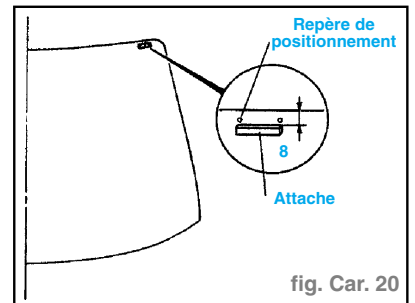

fig. Car. 20
- Fixer les attaches sur la vitre comme indiqué. (fig. Car. 20)